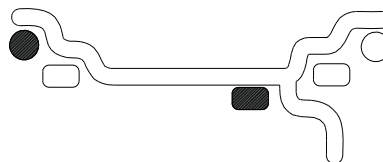

Figure 21
Voir (Figure 21). En appuyant sur le bouton de sélection masses (9), le DEL basculera sur les sélections par défaut des masses comme illustré. Équilibrage en utilisant une combinaison marteau et masses adhésives comme illustré à la Figure 21.